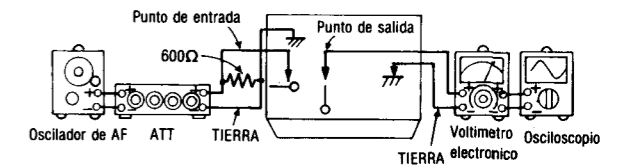

Fig. 6
1. La conexión del equipo de prueba se muestra en la Fig. 6, Conectar un hilo de puente de TP6.
5. Si no está dentro de la estandar, ajustar RV7 (CH-I) (RV8 (CH-D)) y repetir el paso (2), (3) y (4) hasta que la salida esté dentro de la estandar.